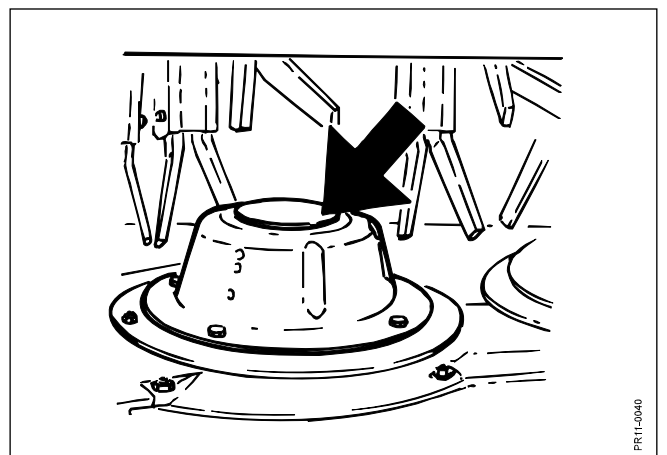

Fig. 5-7
- Fig. 5-7** Lave flowhatte bør rettes, eller erstattes af nye, hvis de deformeres. De bør kontrolleres for støv og jord 2 - 3 gange pr. sæson.